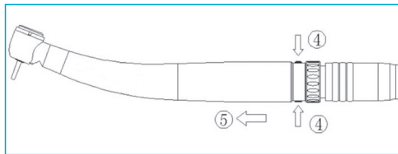

Fig. 6-12
- Die LED-Kupplung festhalten und die beiden Knöpfe an der Seite der LED-Kupplung drücken (Abb. 6-12④).
- Die Turbine abziehen (Abb. 6-12⑤).